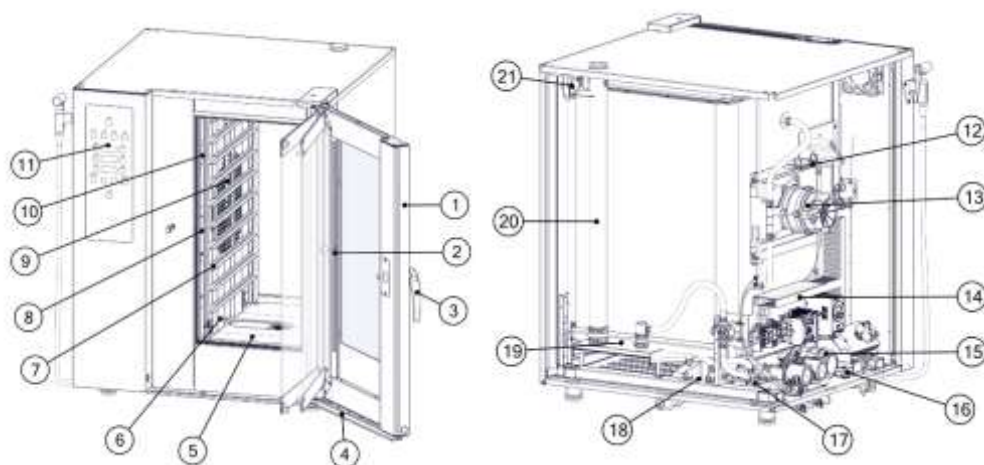

Рис. 1 – Общий вид пароконвектомата
Камера (рис.1, поз.5) изготовлена из нержавеющей стали, установлена на основании, снаружи закрыта съёмными облицовками и дверью (рис.1, поз.1). Дверь имеет тройное остекление. Внутренние стекла установлены на петлях и имеют возможность открывания для очистки. В двери установлены светодиодные светильники (рис.1, поз.2), предназначенные для освещения камеры. Ручка двери (рис.1, поз.3) имеет двухступенчатый механизм открывания.
Сбор влаги со стекла при открытой двери происходит в лоток, расположенный в нижней части двери (рис.1, поз.4).
В корпусе, слева от двери, установлена панель управления в виде кнопочной клавиатуры (рис.1, поз.11) (далее по тексту – клавиатура). На клавиатуре имеются три экрана с семисегментными индикаторами, предназначенные для отображения информации, параметров работы, управления работой Пароконвектоматом и вывода параметров. За клавиатурой расположена плата контроллера, который осуществляет управление Пароконвектоматом.
Камера разделена перегородкой (рис.1, поз.6) на две зоны:
- электродвигатель (рис.1, поз.13) с крыльчаткой (рис.1, поз.8) (далее по тексту – вентилятор), обеспечивающий равномерное перемешивание воздуха в камере при работе;
- трубчатый электронагреватель (рис.1, поз.10) (далее по тексту – ТЭН камеры), установленный вокруг вентилятора;
- датчик температуры (рис.1, поз.12), предназначенный для контроля температуры в камере;
- трубка впрыска (рис.1, поз.9), при помощи которой осуществляется подача воды в камеру для получения пара;
- рабочий баллон термовыключателя (плюс) 324°C. Рабочий баллон соединяется с корпусом термовыключателя (рис.1, поз.16) с помощью капиллярной трубки. Термовыключатель предотвращает аварийную ситуацию, при отказе системы контроля и регулирования температуры. Термовыключатель обесточивает цепи управления при превышении температуры (плюс) 324°C в камере;
- направляющие (рис.1, поз.7) левая и правая (для установки гастрорёмок);
- на верхней стенке камеры установлен мощный разбрызгиватель. На программах с автоматической мойкой насос мойки (рис.1, поз.15) забирает воду из ёмкости мойки (рис.1, поз.19) и подаёт её по трубопроводу на разбрызгиватель, через него вода разбрызгивается на стенки камеры вместе
Горячий воздух из камеры поступает в трубу выхода пара (рис.1, поз.20). Так осуществляется связь камеры с атмосферой. В магистрали выхода пара установлен шибер (рис.1, поз.21).
Конденсированный пар и отработанная вода из камеры, через ёмкость мойки, попадает в гидрозатвор, где охлаждается и сливается в канализацию. Температуру сливаемой воды отслеживает датчик температуры гидрозатвора (рис.1, поз.18). По сигналу, полученному от датчика, контроллер формирует команду на включение электромагнитного клапана (рис.1, поз.17) для подачи холодной воды.
За левой стенкой камеры находится щит монтажный (рис.1, поз.14), на котором размещается электрооборудование.